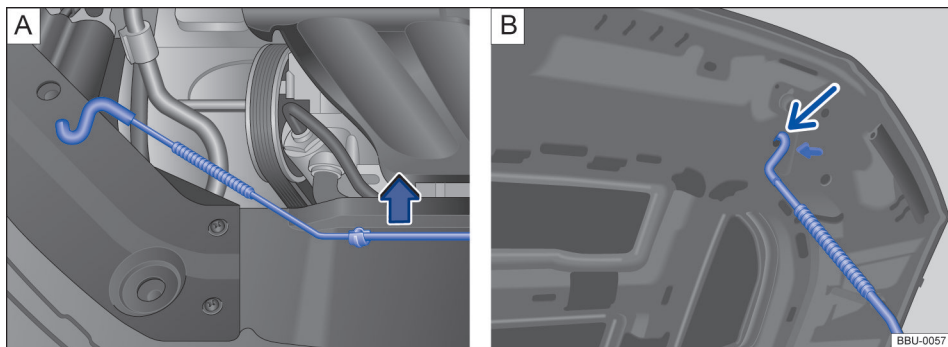

Fig. 157 **A** No compartimento do motor: suporte da haste de sustentação da tampa. **B** Tampa do compartimento do motor instalada.
- Tirar o suporte da haste de sustentação da tampa no sentido da seta → Fig. 157 **A** e introduzir na abertura → Fig. 157 **B**.
- Tirar a haste de sustentação da abertura → Fig. 157 **B** e introduzir no suporte → Fig. 157 **A**.